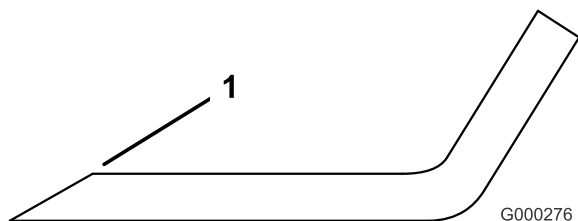

Figure 101
- Au moyen d'une lime, aiguiser les tranchants aux deux extrémités de la lame (Figure 101). Veillez à conserver l'angle de coupe d'origine. Limez la même quantité de métal sur chacun des deux tranchants pour ne pas déséquilibrer la lame.